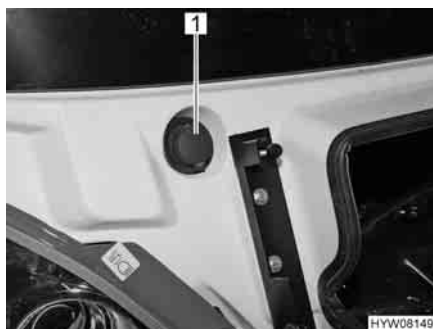

Fig. 31 Bocchettone di riempimento del contenitore dell'acqua di lavaggio
- Rimuovere il coperchio (Fig. 31,1) del bocchettone di riempimento del contenitore dell'acqua di lavaggio.